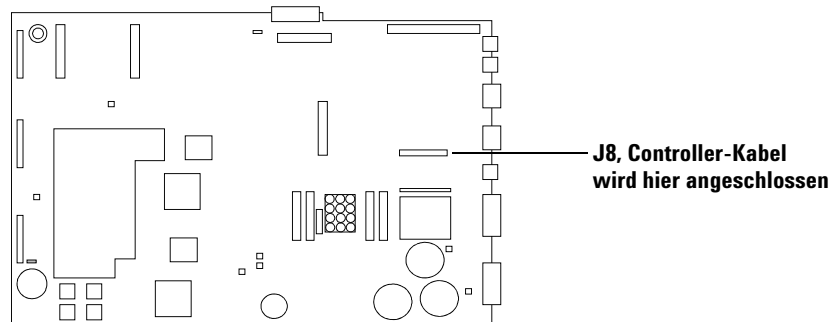

Abb. 36 GC-Hauptplatine
- 9** Verbinden Sie das Controller-PCB-Kabel, Teilenummer G2612-60510, mit der Hauptplatine bei J8 und der ALS-Schnittstellenplatte bei P5. Schieben Sie das Kabel durch die Aussparung der Hauptplatine (Abbildung 34 und Abbildung 36).